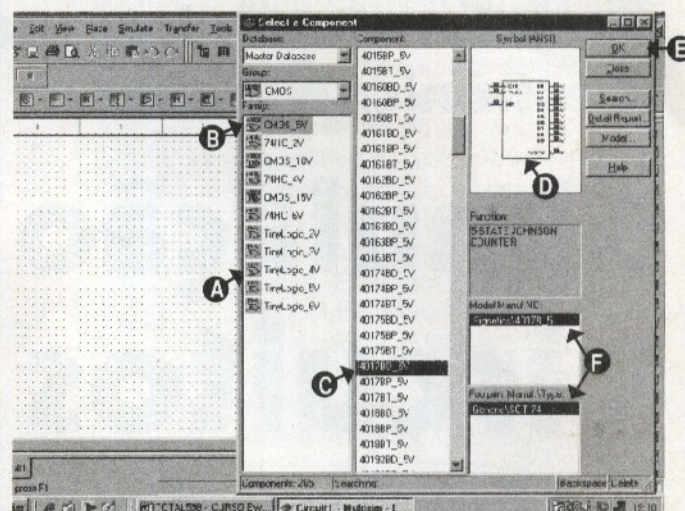

Figura 2 - Selecionando o circuito integrado
Começamos por selecionar o circuito integrado que vamos usar como oscilador, abrindo a relação de circuitos integrados CMOS, observe a figura 2 em (B).